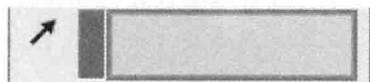
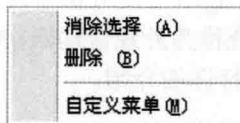

图 1-18 处于活动状态的选择框
图 1-19 删除选择项目的快捷菜单
(4) 选择框：处于活动状态时，显示为蓝色，如图 1-18 所示。在其中选择任一项目时，所选项在绘图窗口中高亮显示。若要删除所选项，右击该项目，在弹出的快捷菜单中选择【删除】命令(针对某一项目)或者选择【消除选择】命令(针对所有项目)，如图 1-19 所示。